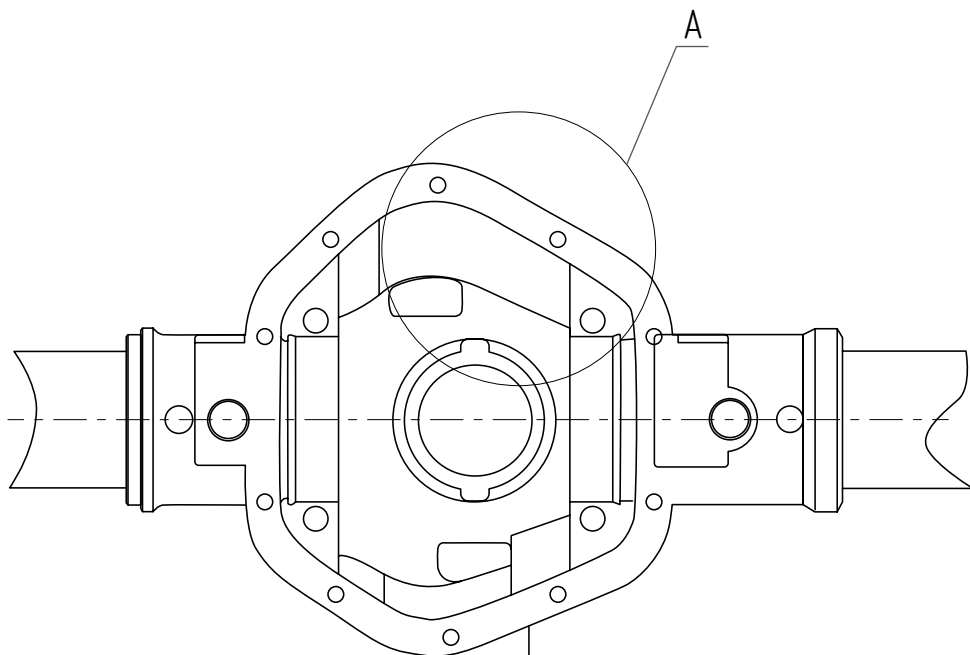

Рис. 2
1. Просверлите сквозное отверстие диаметром 13 мм в картере моста (**Рис. 2**).